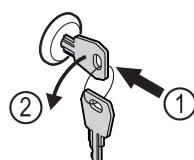

Fig. 176
- Shtyni çelësin brenda. Fig. 176 (1)
- Rrotulloni çelësin me 90° në drejtimin kundëror. Fig. 176 (2)